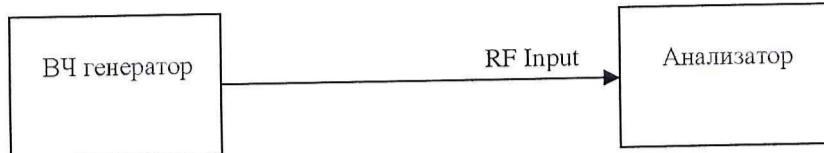

Рисунок 2 - Определение уровня фазового шума
- 7.3.2.1 Соединить ВЧ выход генератора с ВЧ входом (RF Input) поверяемого прибора с помощью 50-омного N-N кабеля (Рисунок 2).